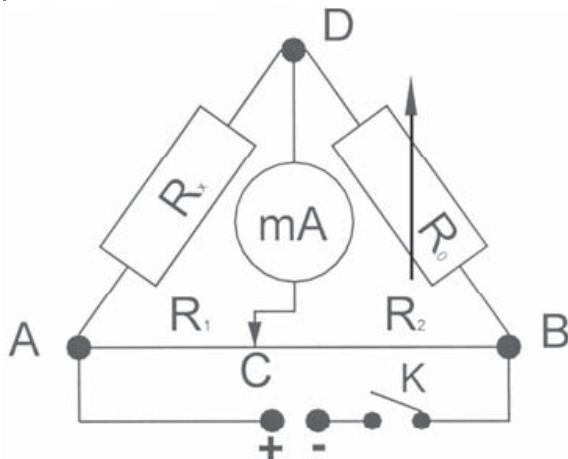

Fig. 1
- El montaje experimental se debe conectar como se muestra en la imagen (véase Fig. 1).
- Montar el experimento de acuerdo con la Fig. 1, pero, en lugar de la lámpara incandescente, se emplearán alambres de resistencia de 1 a 3 m de longitud.